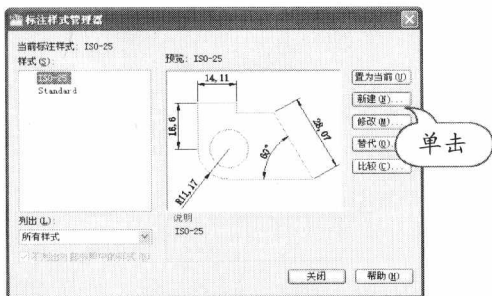

图 1-21 新建标注样式
STEP 01 新建标注样式。打开随书光盘原始文件，在菜单栏中执行“格式>标注样式”菜单命令，在“标注样式管理器”对话框中单击“新建”按钮，如图 1-21 所示。